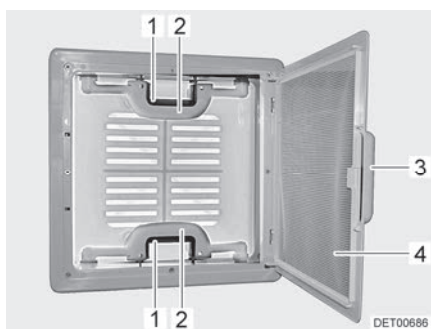

Bild 18 Taklucka med snäpplås
- Drag i handtaget (Bild 18,3).
- Fäll ned insektsskyddet (Bild 18,4).
- Tryck snäpplåset (Bild 18,1) mot takluckans insida. Tryck samtidigt takluckan uppåt med handtaget (Bild 18,2).
- Fäll upp insektsskyddet (Bild 18,4) så att det hakar i.
- Drag kraftigt ner takluckan med hjälp av båda handtagen (Bild 18,2) så långt, att snäpplåsen (Bild 18,1) går i lås.